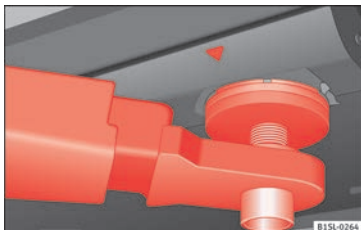
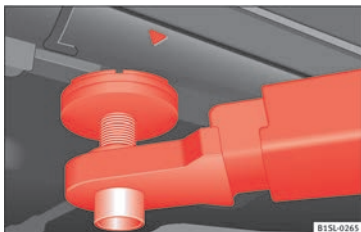

Abb. 232 Aufnahmepunkte vorn zum Anheben mit der Hebebühne oder dem Wagenheber.
Abb. 233 Aufnahmepunkte hinten zum Anheben mit der Hebebühne oder dem Wagenheber.
Das Fahrzeug darf nur an den in den Abbildungen »Abb. 232 und »Abb. 233 gezeigten Punkten angehoben werden. Wenn das
- Fahrzeug nur an den in den Abbildungen »Abb. 232 und »Abb. 233 gezeigten Punkten anheben. Wenn das Fahrzeug nicht an